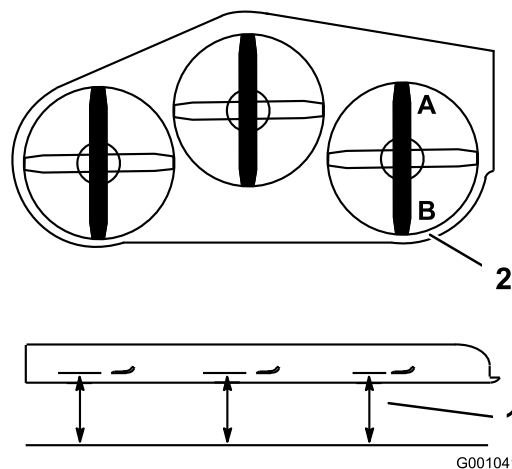

Figura 82
- Coloque la cuchilla derecha en posición longitudinal (Figura 82).
- Mida la cuchilla derecha en la posición **A** desde una superficie nivelada hasta el filo de corte del extremo de la cuchilla (Figura 82).
- Mida la cuchilla derecha en la posición **B** desde una superficie nivelada hasta el filo de corte del extremo de la cuchilla (Figura 82).
- La cuchilla del cortacésped debe estar entre 6 y 10 mm más baja en la posición **A** que en la posición **B** (Figura 82). Si no es correcta la distancia, continúe con los pasos siguientes.